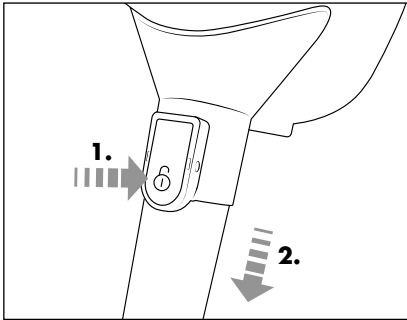

Abb. 6
- Um das Teleskopsaugrohr **16** vom Gerät zu entfernen, halten Sie die Entriegelungstaste **17** gedrückt. Ziehen Sie dann das Teleskopsaugrohr **16** von der Saugöffnung des Gerätes ab (siehe Abb. 6).